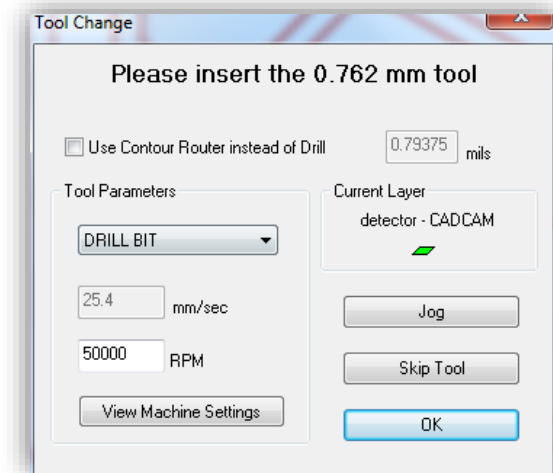

Figura 81. Configuración para el proceso de perforación (Drill).
54. Seleccione la configuración como se visualiza en la figura 81.